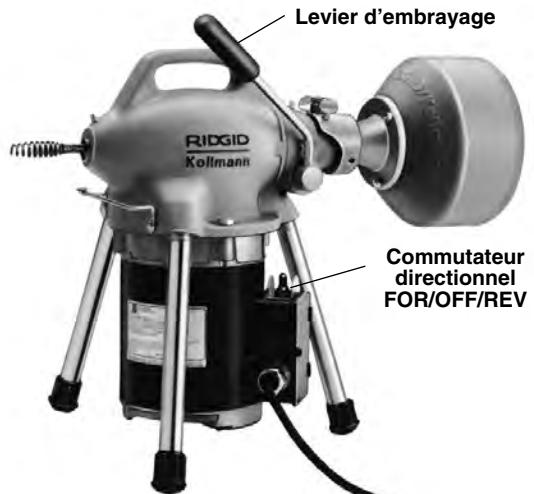

Figure 1 – Dégurgeoir K-50
- Assurez-vous que le dégurgeoir est débranché et que son commutateur directionnel se trouve en position OFF (arrêt) (Figure 1).